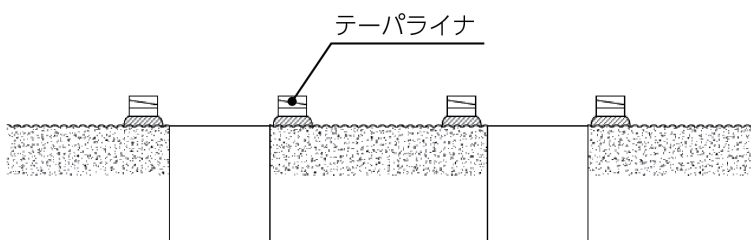
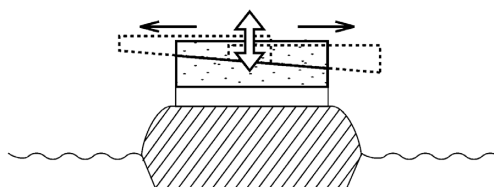

図 2.4-4 テーパライナの設置
図 2.4-5 テーパーライナでの高さ調整
- (4) 平ライナを設置したモルタルが完全に固まった後、テーパライナの表面を清掃し、図 2.4-4 のように平ライナの上に設置します。テーパライナは必要に応じて 2 枚 1 組をずらし、ポンプユニットの高さを調整します。(図 2.4-5 参照)